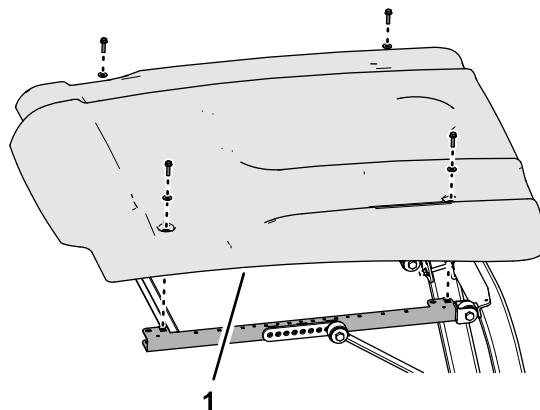
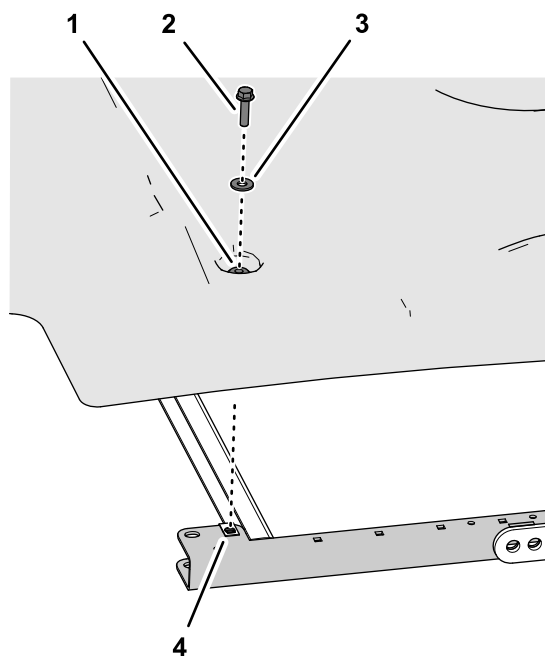

Figura 1
Figura 2
1. Retire los 4 pernos con arandela prensada (5/16" x 1 1/4") y las 4 arandelas (5/16") que sujetan el toldo y los perfiles del bastidor lateral (Figura 1 y Figura 2).
2. Retire el toldo de la máquina (Figura 1).